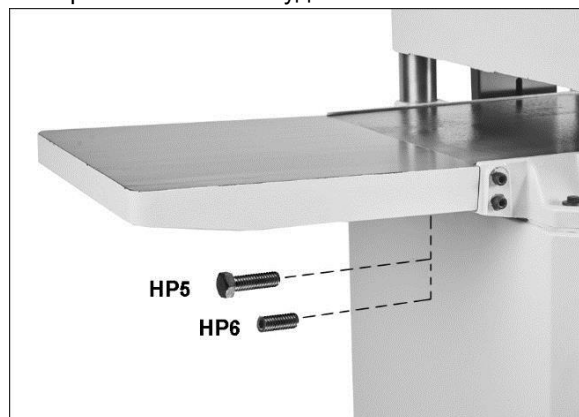

Рисунок 5-5: Удлинения стола (только для JWP-15ВНН)
1. Вставьте 3 установочных винта (НР6, рис. 5-5) в нижние отверстия чугунного удлинения стола.